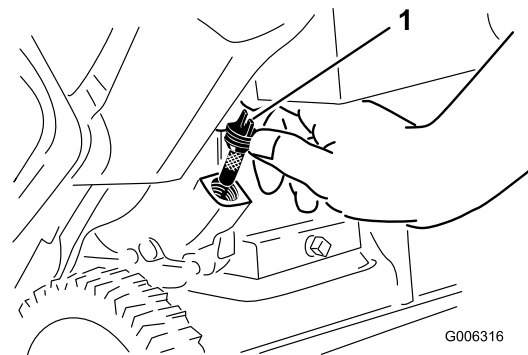

Figura22
6. Curățați zona din jurul capacului de umplere cu ulei (Figura22).
7. Deșurubați bușonul rezervorului de ulei și scoateți-l (Figura22).